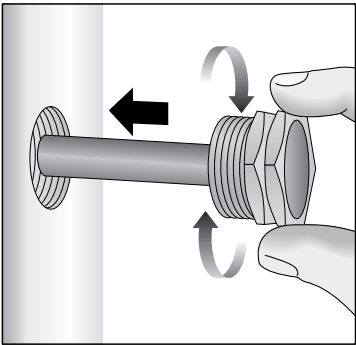
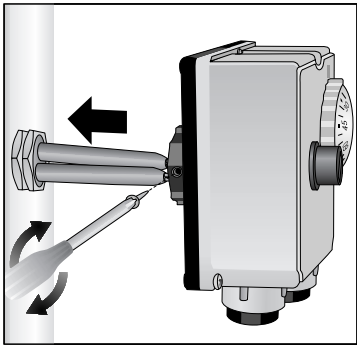

fig.3 - Abb.3
fig.4 - Abb.4
- A) Vedere fig.3 e fig.4.
- A) See fig.3 and fig.4.